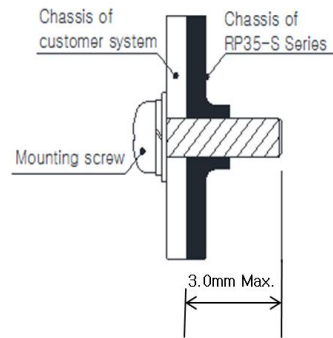

Fig 7. Screw 제한
- 제품 실장시 사용하는 Mounting screw는 M3이며 길이제한이 있으므로 Fig. 7 그림을 참조하여 주십시오.